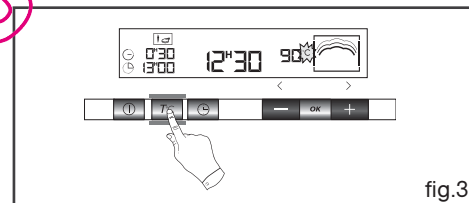

fig.3
• **Rooster (fig.3)**
- Druk op de toets **T°C**, het symbool $^{\circ}\text{C}$ knippert (fig.3).